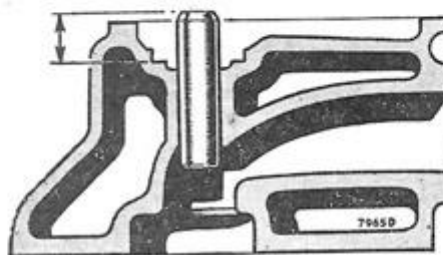

Fig. A.6
- Driv dem nedad ind i forbrændingskamrene. Driv nye styr på plads, til de rager 15,08 mm op over de forarbejdede fjedersæder (fig. A.6). Monter indsugningsstyrene med den største rejfning foroven og udblæsningen med tapforsænkeren forneden. •